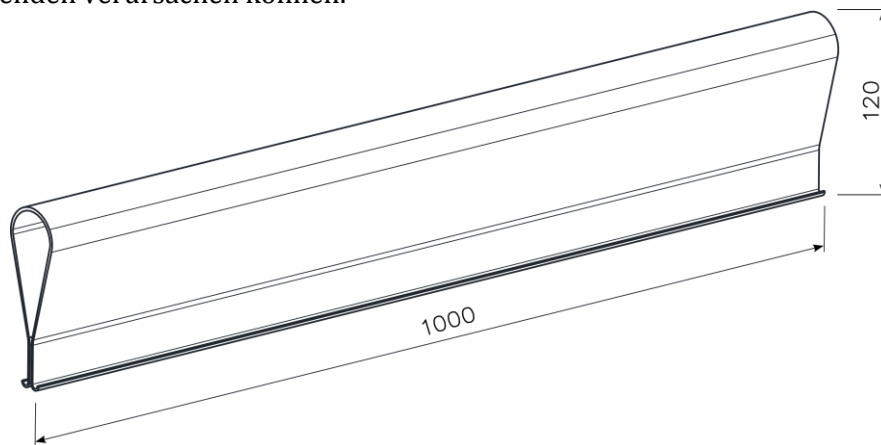

Abb. 36 Kunststoffschutzkappen für Bewehrungsstäbe
1.3.34. Kunststoffschutzleiste für Bewehrungsstäbe (Abb. 36)